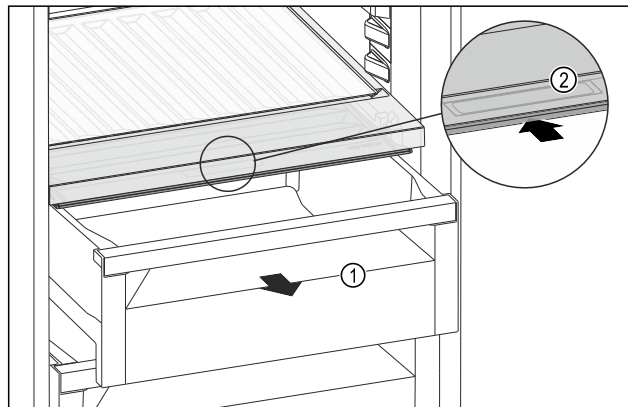

Fig. 173
- ▶ Извлеките выдвижной ящик Fig. 173 (1).
- ▶ Возьмитесь за утопленную ручку Fig. 173 (2) на крышке отделения и одновременно введите крышку отделения назад.